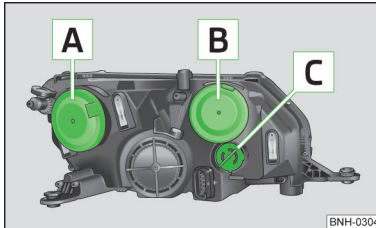

Abb. 159
Glühlampenordnung » Abb. 159
- Die Schutzkappe **A** » Abb. 159 auf Seite 175 abnehmen.
➤ Die Schutzkappe **A** » Abb. 159 auf Seite 175 einsetzen.
- Die Schutzkappe **B** » Abb. 159 auf Seite 175 abnehmen.
- Die Schutzkappe **B** » Abb. 159 auf Seite 175 einsetzen.